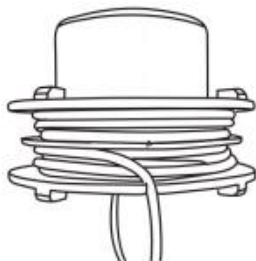

Fig. 67
4. Na koniec zostaw około 200 mm i włóż żyłki w szczeliny, aby utrzymać je na miejscu. (Rys. 67)